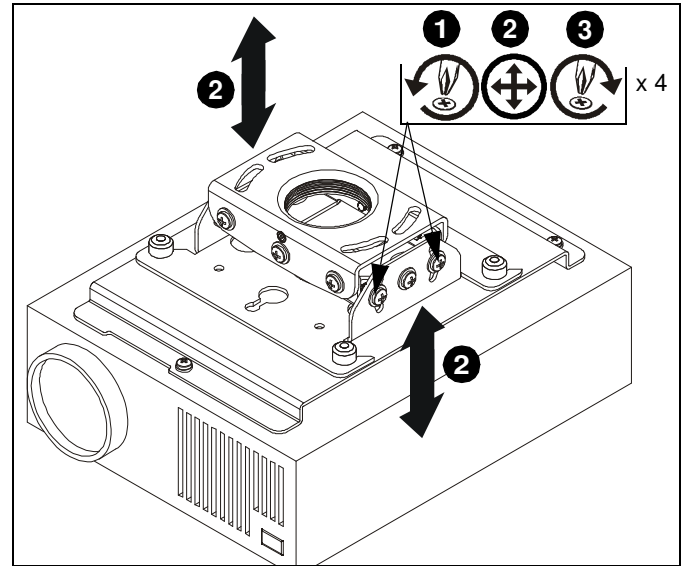

Figure 9
2. Régalez l'angle du projecteur pour obtenir l'inclinaison souhaitée. (Voir la Figure 9)